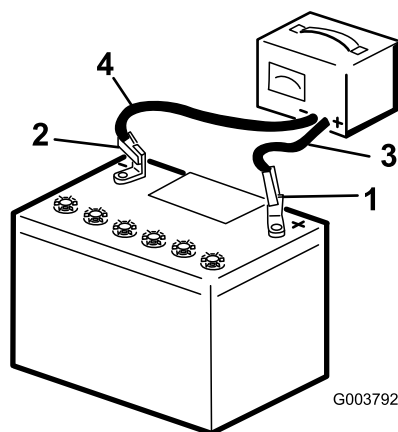

Figura 58
3. Conecte el cable positivo del cargador de la batería al borne positivo (Figura 58).
4. Conecte el cable negativo del cargador de la batería al borne negativo (Figura 58).
6. Cuando la batería esté completamente cargada, desconecte el cargador de la fuente de electricidad, luego desconecte los cables del cargador de los bornes de la batería (Figura 58).